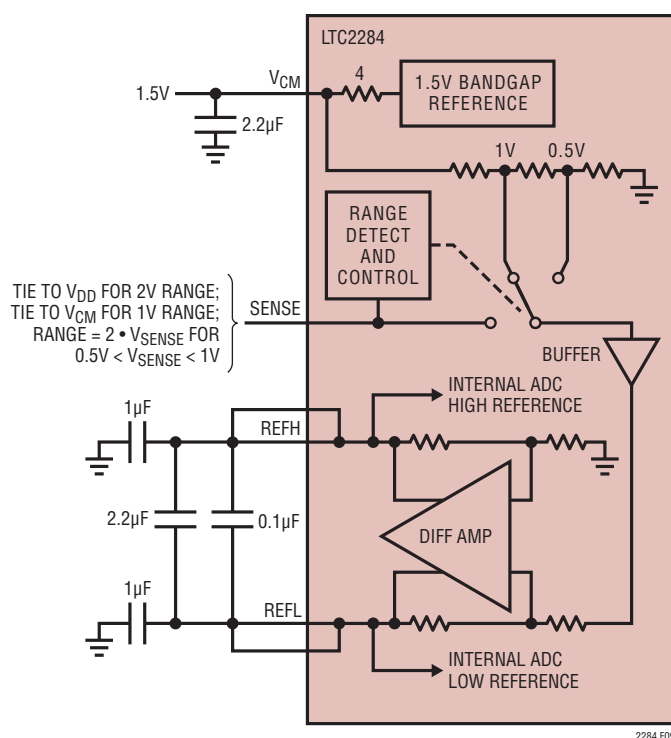

図9. 等価リファレンス回路
1.5Vのバンドギャップ・リファレンス、差動アンプ、およびスイッチングと制御の回路で構成されるLTC2284のリファレンス回路を図9に示します。内部電圧リファレンスはピンで選択可能な2V(差動±1V)または1V(差動±0.5V)の2つの入力レンジに設定することができます。SENSEピンを V_{DD} に接続すると2Vの範囲が選択され、SENSEピンを V_{CM} に接続すると1Vの範囲が選択されます。
差動アンプはADCの“H”リファレンスと“L”リファレンスを生成します。高速スイッチング回路がこれらの出力に接続されているので、これらの出力は外部でバイパスする必要があります。各出力には2つのピンがあります。パッケージのインダクタンスを減らすために複数の出力ピンを必要とします。バイパス・コンデンサは図9に示すように接続する必要があります。ADCの各チャンネルのリファレンスは独立しており、バイパス・コンデンサも各チャンネル専用です。2つのチャンネルで使用する入力範囲は、同じでも別々でもかまいません。